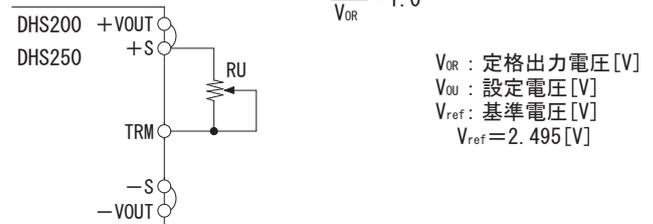

図3.8 出力電圧を高く設定する場合 (DHS200/250)
(3) 出力電圧を高く設定する場合
■図3.8のように接続することで、出力電圧を高く設定することができます。外付け抵抗RUは、次の式によって計算できます。